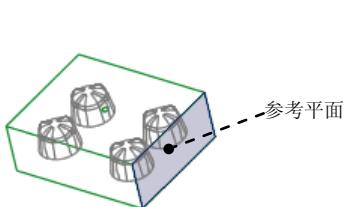

图 28.15 定义草绘平面
Step5. 选择草绘平面。执行命令后，在系统 **选择或创建一个草绘平面** 的提示下，选择 **MAIN_PARTING_PLN** 基准平面为草绘平面。在 **DIRECTION (方向)** 菜单中选择 **Okay (确定)** 命令，接受系统默认的草绘的方向。在 **SKET VIEW (草绘视图)** 菜单中选择 **Right (右)** 命令，选取图 28.15 所示的坯料表面为参考平面。